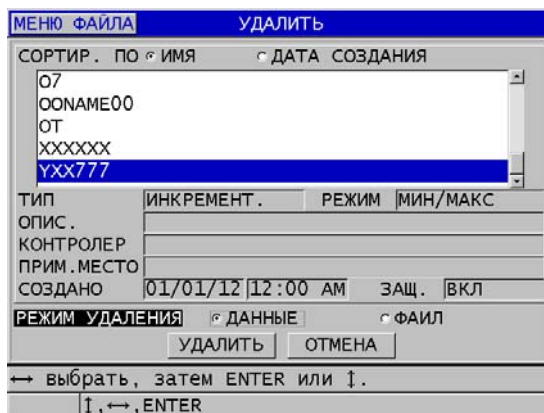

Рис. 11-20 Удаление файла
3. В окне **УДАЛИТЬ** (см. Рис. 11-20 на стр. 197):